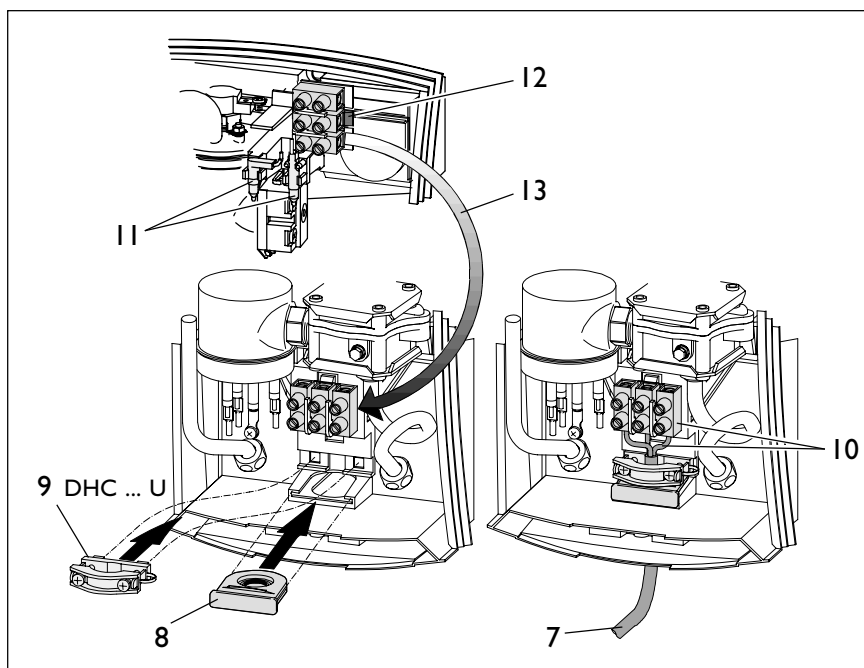
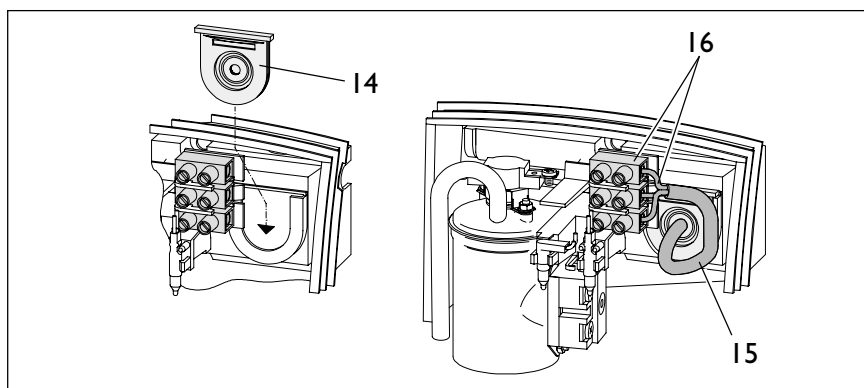

Рис. 16
Рис. 17
3. Электрический кабель укоротить в соответствии с рис. 16 и изолировать (кроме прибора ДНС 3 U).
**⚠** Для защиты от попадания воды необходимо использовать уплотнение кабеля (рис. 16, поз. 8 и рис. 17, поз. 14). Вырезать уплотнительную шайбу в соответствии с толщиной кабеля электроподключения.
### DHC 3 U (рис. 16)
### DHC 6 U (рис. 16)
- Подключение в верхней части прибора/открытая или скрытая проводка (рис. 17)
- Отжать фиксатор клеммной колодки (рис. 16, поз. 12), вынуть клеммную колодку и смонтировать ее в нижней части прибора (поз. 13).